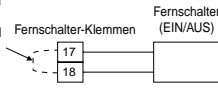

Abbildung 4.2: Anschluss des Fernschalters
- Als Fernschalter ist ein einpoliger Schalter mit einem Kontaktabstand von min. 3,0 mm zu verwenden. (siehe Abbildung 4.2). Dessen Kabel muss ein (2 x min. 0,5 mm²) doppelt isoliertes PVC- oder Polychloropren-ummanteltes Kabel sein.